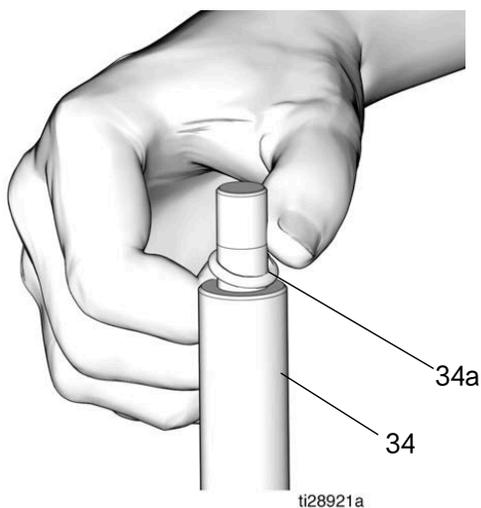

图 29
5. 在 O 形圈 (34a) 上抹上薄薄一层滑脂。将 O 形圈安装在活塞杆 (34) 的沟槽上 (图 29)。
**注意:** 如果需要, 可使用撬来帮助让 O 形圈就位。在活塞杆 (13) 的沟槽上。